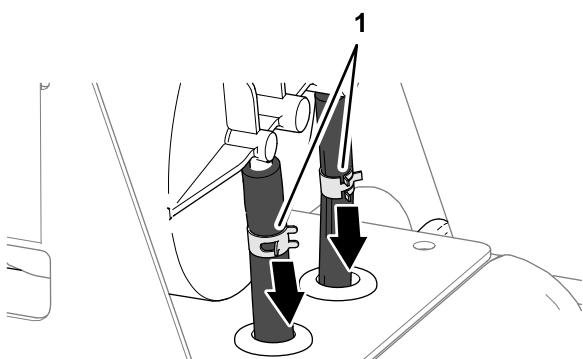

Bild 72
3. Lösen Sie die beiden Schlauchklemmen, mit denen die Schläuche an den Anschlüssen des Aktivkohlefilters befestigt sind (Bild 72).